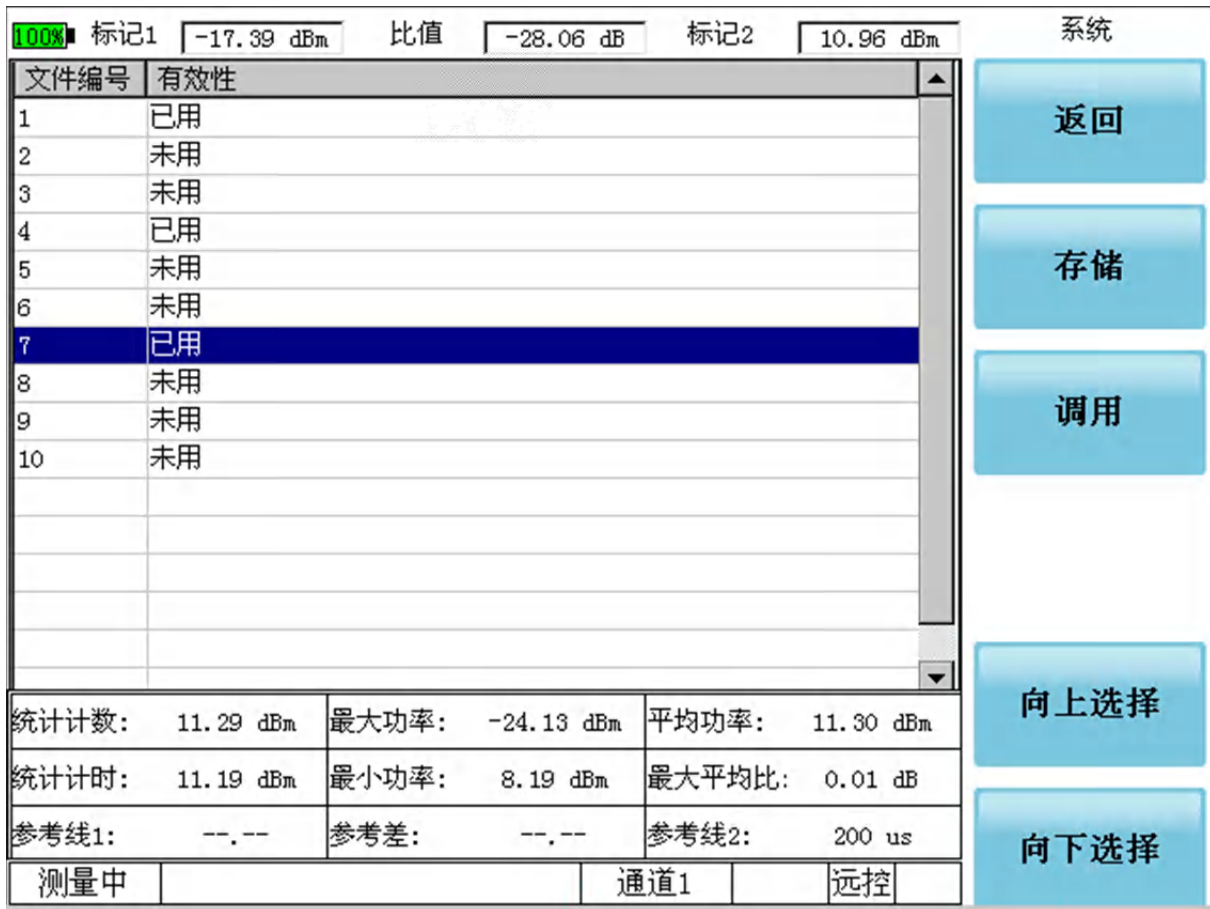

图 5-12 配置数据操作窗口
- 2) 按【系统】键，再按[存储调用]软键，进入配置数据操作界面，如图 5-12 所示；